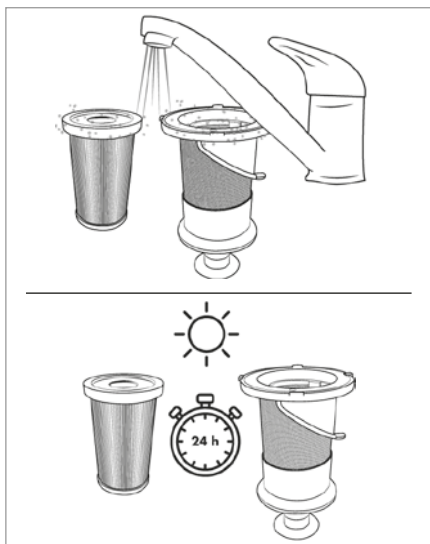

Fig. 22
- 5) Lave o filtro EPA 5 e o filtro de aço inoxidável 6 com água fria ou morna. Deixe o filtro EPA 5 e o filtro de aço inoxidável 6 secar ao ar, antes de os voltar a colocar no reservatório de pó 7 (ver fig. 22).